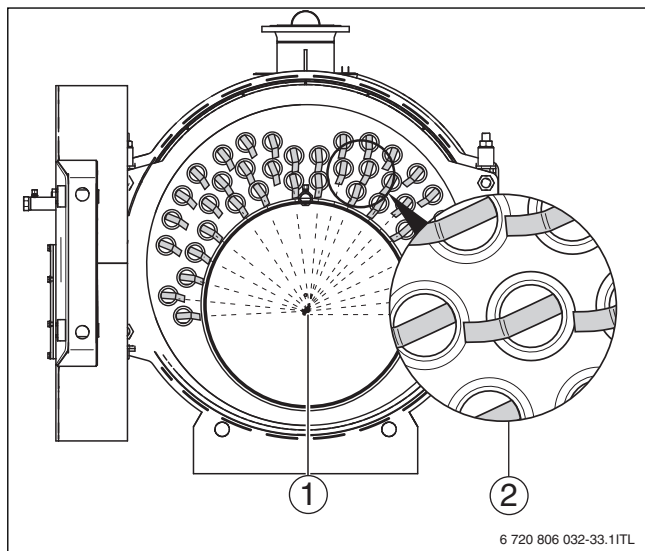

Рис. 32 Установка турбуляторов
- ▶ Устанавливайте турбуляторы так, чтобы все концы (→ рис. 32, [2]) были направлены к середине камеры сгорания.